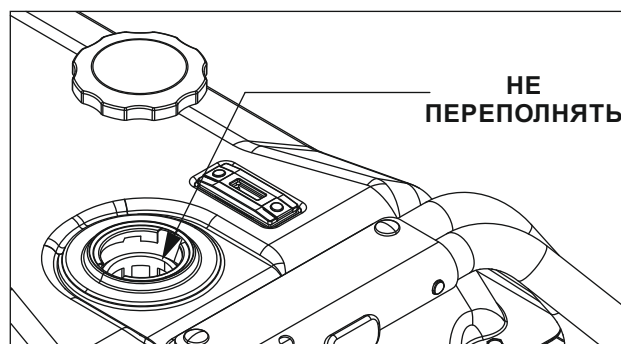

Рисунок 4 – Уровень топлива
- Постепенно заливаете топливо в горловину бака. **Будьте осторожны, не переполняйте бак!** (Рис.4)